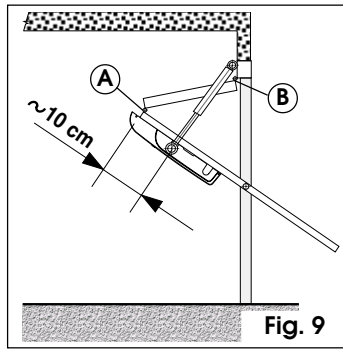

Fig. 9
• puerta basculante con una hoja articulada (Fig. 9)